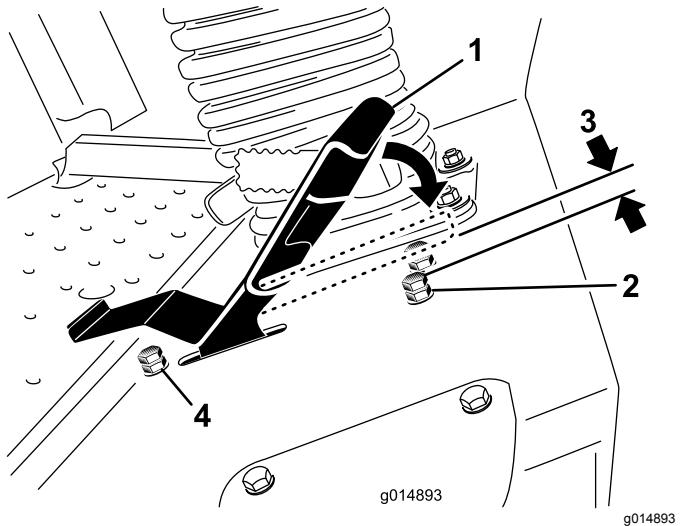

Figura 47
- Afloje la contratuerca del perno de tope del pedal de tracción (Figura 47).